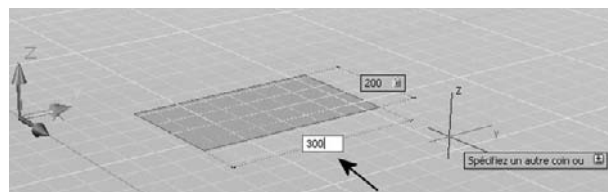

Fig.17.5
- 9 Entrez la largeur en tapant la dimension. Par exemple : 300 (fig.17.5).